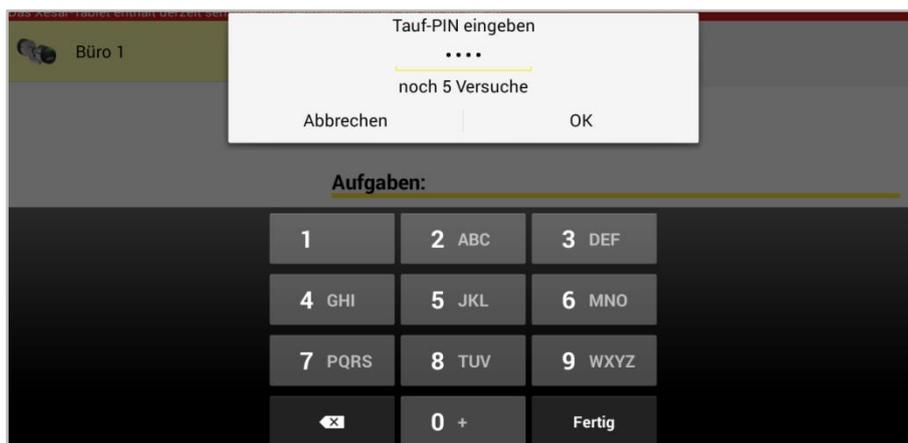

Abbildung 92: Xesar-Tablet – Tauf-Pin eingeben
- Es erscheint die Aufforderung Tauf-PIN eingeben. (Abbildung 92: Xesar-Tablet – Tauf-Pin eingeben) Geben Sie den **4-stelligen Code** ein.